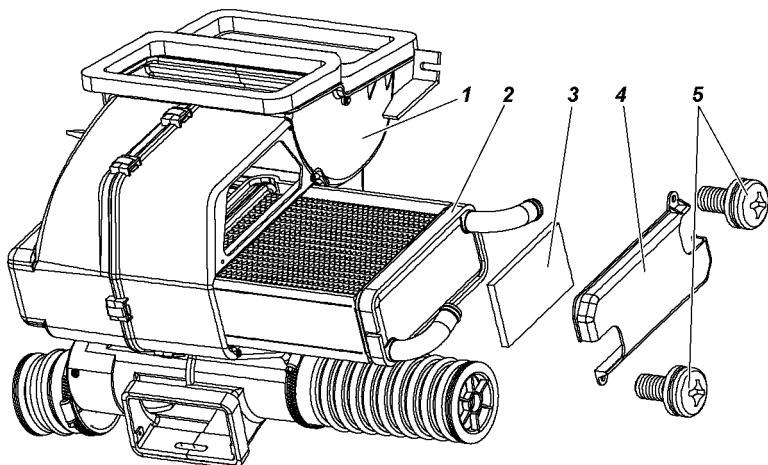

Рис. 15.34. Снятие радиатора:
7. Снятие управления заслонкой рециркуляции производится после демонтажа воздухозаборника. Отверните винт 11 (рис. 15.34), гайки 13 и снимите моторедуктор 14 привода заслонки 1 рециркуляции со шпилек.